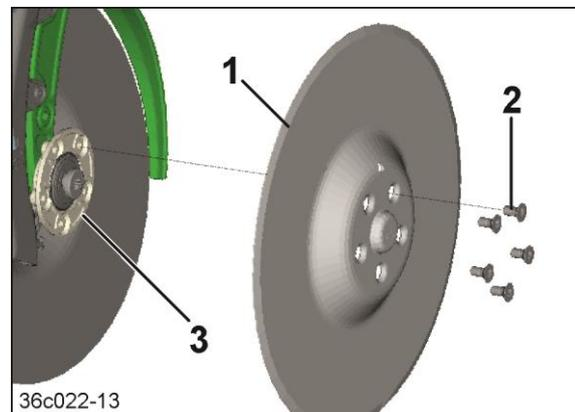

Fig. 490
mit Stahllagergehäuse (Fig. 490/3):**
7. Die Säscheibe (Fig. 490/1) mit Senkkopf-
schrauben (Fig. 490/2) am Lagergehäuse
(Fig. 490/3) anschrauben